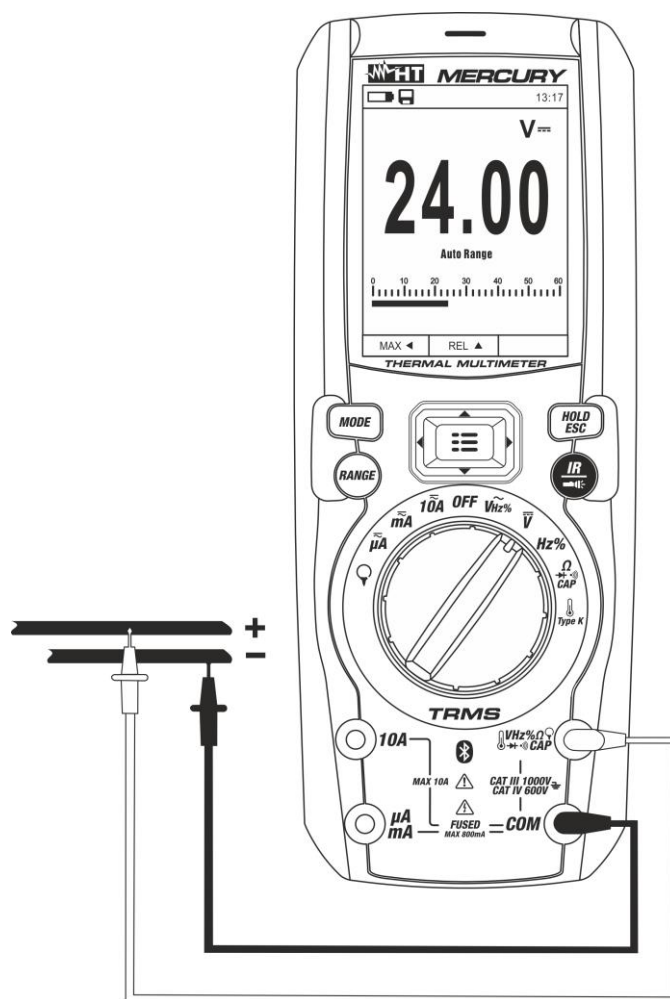

Fig. 21: Uso del instrumento para medida de Tensión CC, CA+CC
3. Posicione la punta roja y la punta negra respectivamente en los puntos a potencial positivo y negativo del circuito en examen (ver Fig. 21). El valor de la tensión se muestra en el visualizador
5. La visualización del símbolo "-" en el instrumento indica que la tensión tiene sentido opuesto respecto a la conexión de Fig. 21.